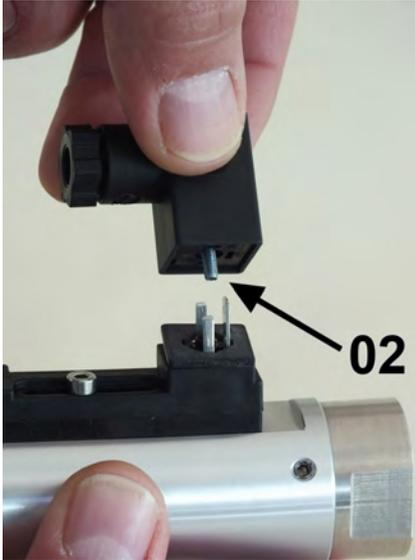

Abb. 22: Steckerdose abziehen
2. ➤ Steckerdose (Abb. 22/02) abziehen